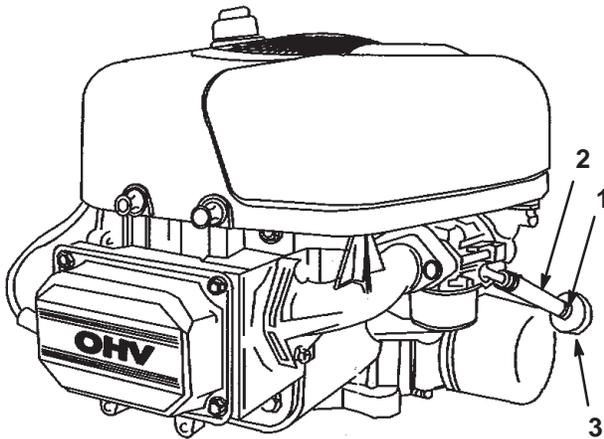

Figure 35
3. Desserrez le collier de serrage au niveau du filtre à carburant et repoussez-le le long de la conduite d'alimentation pour l'éloigner du filtre (Fig. 35).
4. Débranchez la conduite d'alimentation du filtre (Fig. 35).
6. Raccordez la conduite d'alimentation au filtre. Rapprochez le collier de serrage du filtre pour fixer la conduite d'alimentation (Fig. 35).
3. Pincez les extrémités des colliers et faites glisser ceux-ci pour les éloigner du filtre (Fig. 35).
5. Posez un filtre neuf et rapprochez les colliers de fixation du filtre (Fig. 35).